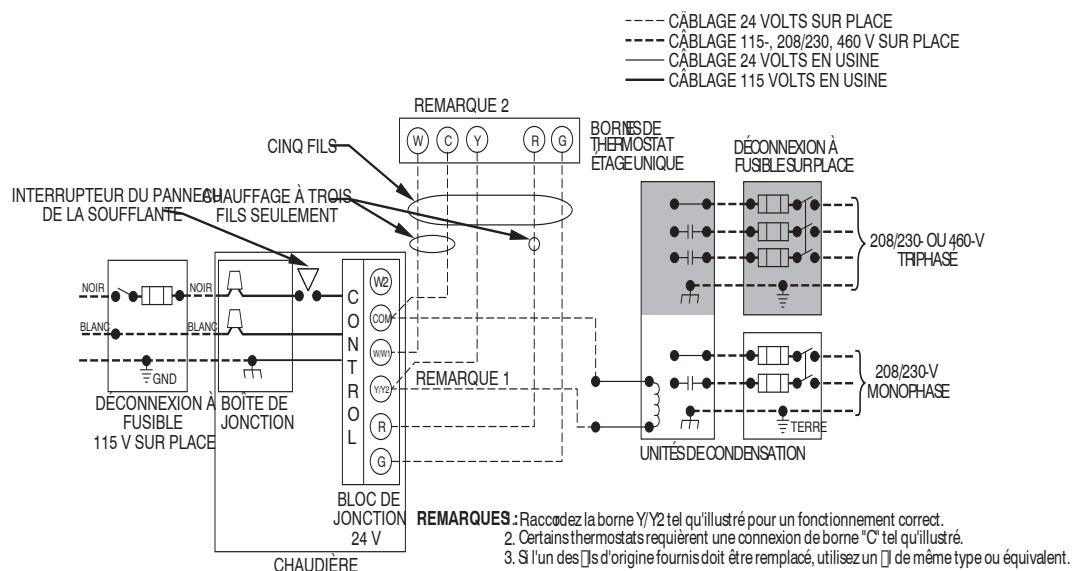

Fig. 34 - Schéma de câblage de site à deux étages type
Consultez la Fig. 34 pour le schéma de câblage illustrant un câblage type de 115 V. Vérifiez que toutes les connexions électriques faites en usine ou sur place sont bien serrées.
7. Branchez les fils neutres et les fils électriques aux fils d'alimentation électrique de la chaudière, comme illustré à la Fig. 34.
6. Branchez l'alimentation électrique et les fils neutres aux fils d'alimentation électrique de la chaudière, comme illustré dans la Fig. 34.
5. Branchez les fils neutres et les fils électriques aux fils d'alimentation électrique de la chaudière, comme illustré à la Fig. 34.
Effectuez les raccordements 24 V sur le site sur la plaquette de connexions 24 V. (Consultez la Fig. 35.) Branchez la borne Y/Y2 comme illustré à la Fig. 34 pour un bon fonctionnement en climatisation. N'utilisez que le fil de thermostat en cuivre AWG No 18, codé par couleur.